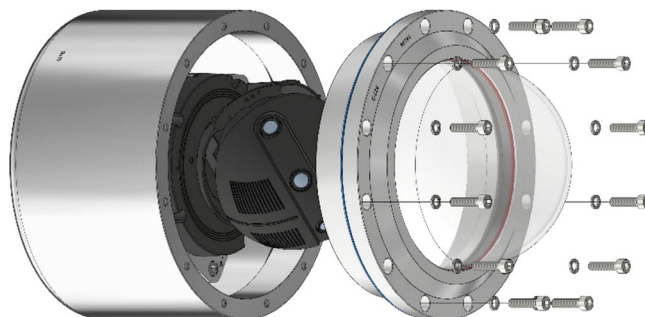

Bild 6-1 Öffnen der EC-962-1 T08-VA4.1K.PS1
- Der Kuppelflansch ist vorsichtig und lotrecht herauszuziehen (vgl. Abb.6-1). Es besteht Gefahr durch Verkantung! Durch entstehenden Unterdruck kann das Entfernen des Flansches ggf. schwerfällig sein.